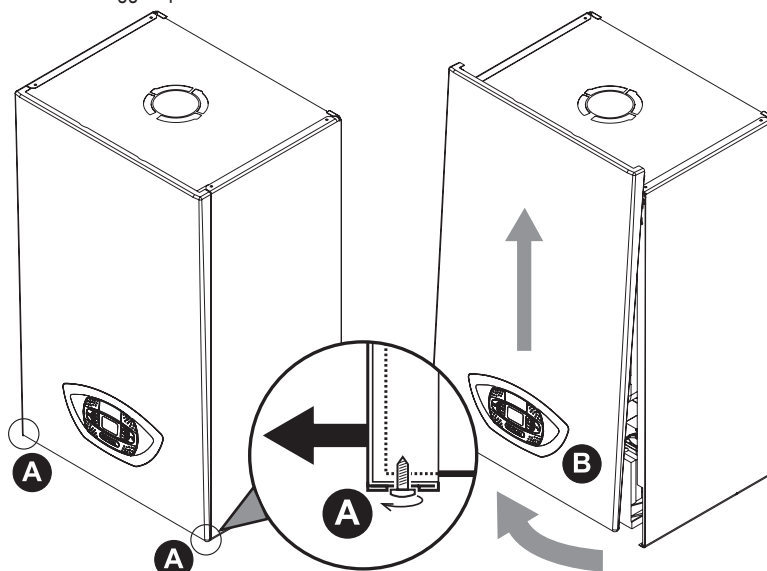

fig. 176 - Apertura pannello frontale
1. Svitare parzialmente le viti A (vedi fig. 176).